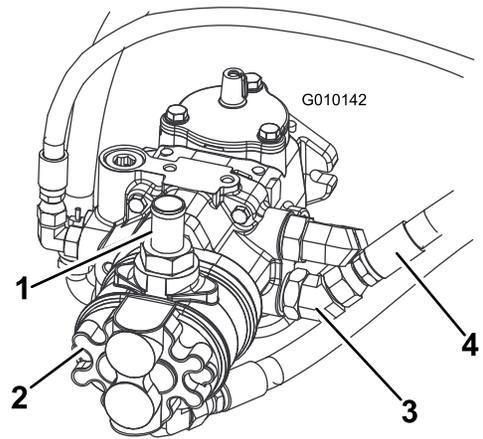

Figure 3
1. Vidangez complètement le réservoir de liquide hydraulique en débranchant le flexible supérieur de la pompe (Figure 3).